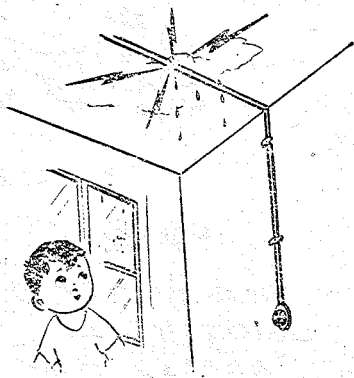

图 10 房屋漏雨浸湿电线易漏电起火
- (1) 不懂电气装修技术的人，不要自己安装或修理电气装置。
- (2) 长期未使用的电器具，使用前应先用测电笔来判断是否漏电。如漏电时，不准触及。
- (3) 凡产品说明书要求接地（接零）的电器具，应做可靠的“保护接地”或“保安接零”，并定期检查是否接地（接零）良好。
- (4) 有些电器具要根据产品说明书要求及整个线路电器具配备情况，加装“保险丝”等保护设备。
(5) 收音机或电视机的“天线”，不要架在电杆上或电杆附近，以防天线被风吹断，搭连在电线上，易烧毁收音机，并招致人身触电事故。雷雨天气应把收音机关上，还要把天线和地线连在一起，这样，一旦天线受雷击，就能将雷电流泄到地下，保证安全。
(6) 电气工作人员应严格地按照电气安全作业规定进行操作或检修电器具，修理前必须断开电源。平时应对电气器具经常进行检查，凡不合格的电器具应及时检修或停止使用。
(7) 电灯、电线以及其它电器具，不要靠近炉灶安装，以防长期受热、受潮后，绝缘损坏，漏电伤人。
(8) 室内应使用橡皮绝缘线或塑胶线，不要使用破旧的电线头来连接。电线的接头处应严密包上绝缘胶布，不要使电线的金属芯露出来。
(9) 室外的电灯、电线或接电用的插座应固定在 1.8 米以上，装于低处时应装设安全插座，且不要随便移动。
(10) 电线穿过墙壁或板壁时，要用瓷管或铁管保护。房屋漏雨应及时修理，以免电线受潮，漏电起火，如图 10 所示。
(11) 电线不要挨近晒衣服、绑烟筒、挂东西等用的铁丝，以免铁丝磨破电线，发生触电。
(12) 不要利用电线杆搭凉篷、瓜架，或在电杆、电线上晾晒衣物。
(13) 不要把牲畜拴在电线杆或其“拉线”上，以防止牲畜受惊把电杆拉倒，弄断电线发生触电。
(14) 要教育儿童不要爬上电杆或在电杆的拉线上做爬吊游戏，